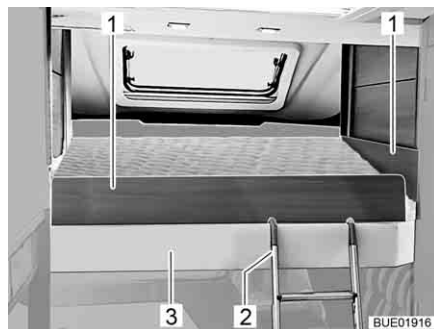

Bild 106 Höjbar säng med låsplattor
- Sätt låsplattorna (Bild 106,1) mellan madrass och sänggramen (Bild 106,3).
Haka fast: ■ Haka fast båda byglarna på den bipackade stegen (Bild 106,2) i säng-ramen (Bild 106,3).
Förvara: ■ Haka loss stegen (Bild 106,2) från säng-ramen (Bild 106,3).